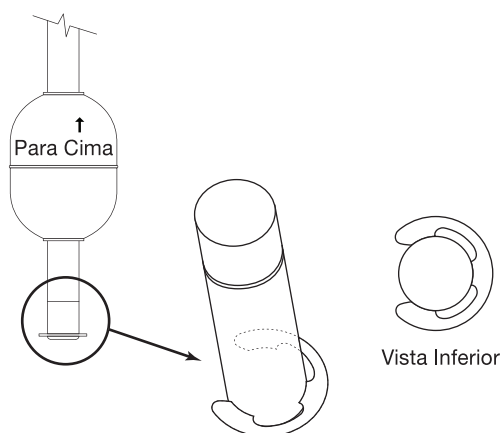

Figura 3
3. A bóia é mantida presa na sonda por um clipe em forma de “C” inserido em uma ranhura usinada na extremidade da sonda. A bóia é colocada ou retirada pela remoção e reinserção do clipe C. Veja a Figura 3. Para assegurar a orientação de flutuação correta, a bóia está marcada com “Up ↑”.